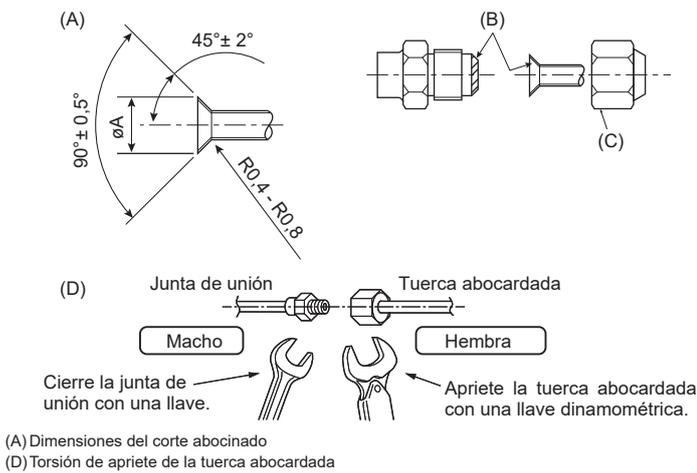

Fig. 4-1
(A) (Fig. 4-1)
(D) (Fig. 4-1)
### 4.2. Tubos de conexión (Fig. 4-1)